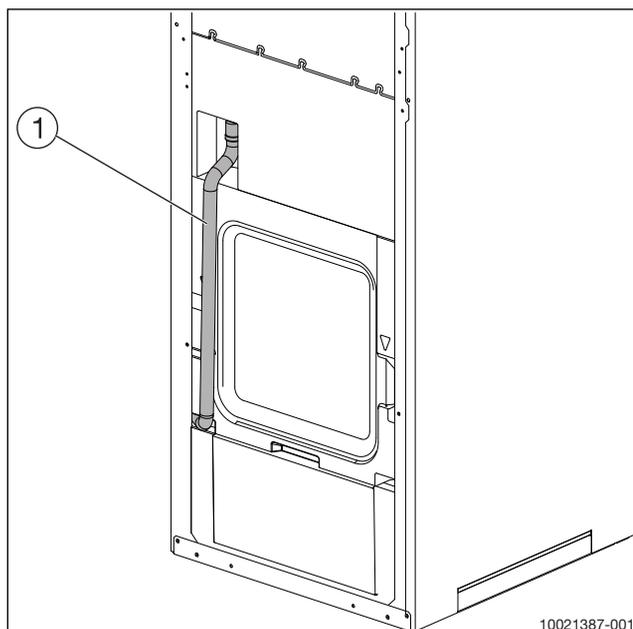

Fig. 12 Vue arrière du tuyau d'évacuation
- ▶ Raccorder de manière conforme le tuyau d'évacuation à l'arrière de l'appareil (voir fig. 12).